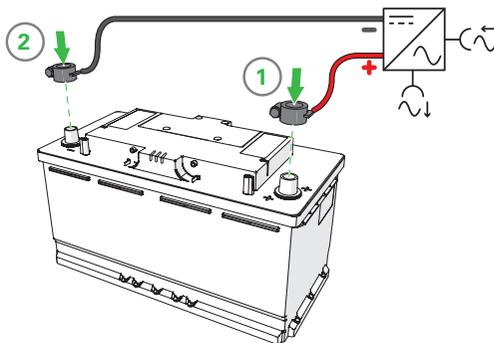

Abbildung 8.
2. Last oder Ladegerät mit der X2-Klemme (+) des Akkus verbinden. (Abbildung 8)
3. Last oder Ladegerät mit der X1-Klemme (-) des Akkus verbinden. (Abbildung 8)